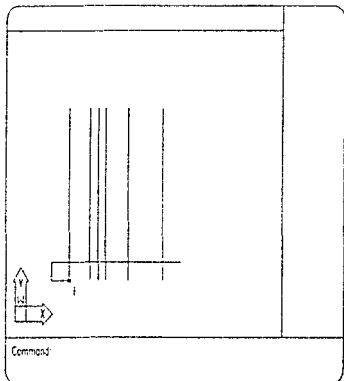

FIGURA 4
from point: (P) * * * * (P) ENDpoint Ahora pica en el final de la línea denominado como 1 en la Figura 4.